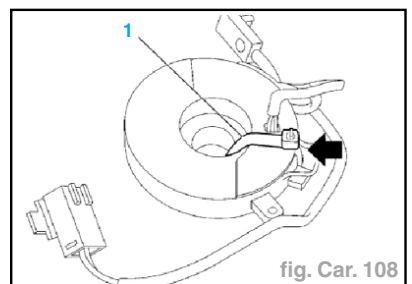

fig. Car. 108
- En cas de réutilisation du câble en spirale, il est conseillé de fixer les deux plateaux à l'aide d'un collier de façon des rotations accidentelles (1) (fig. Car. 108).